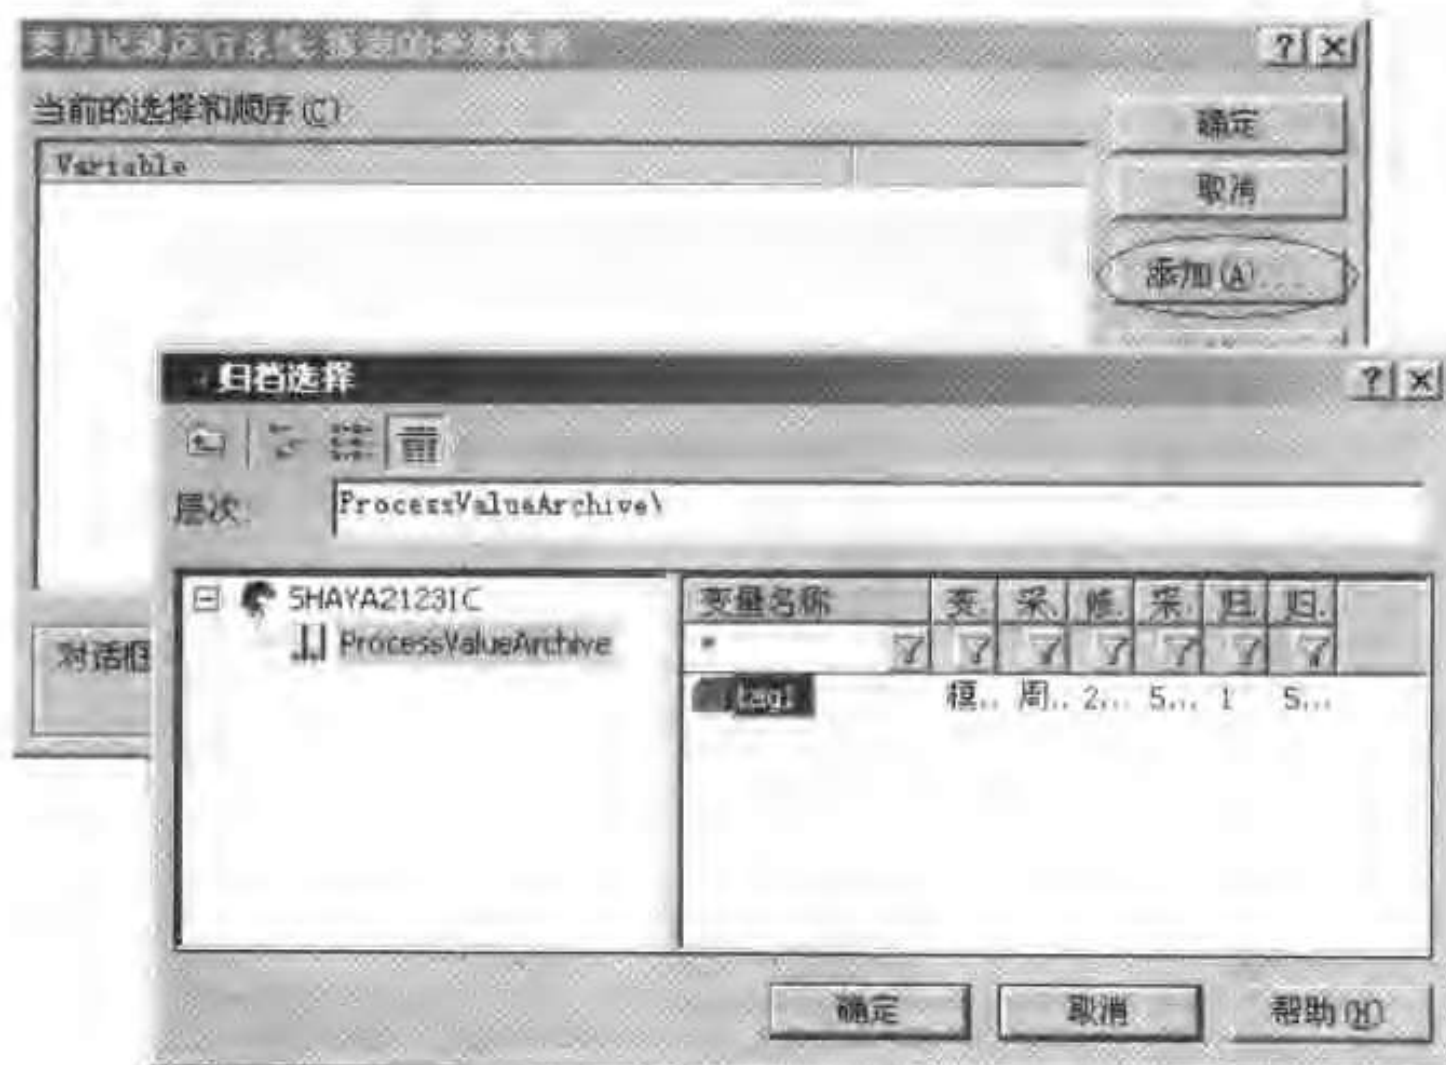

图9-12 “变量记录运行系统:报表的变量选择”对话框
- 在“归档选择”对话框的左边文本框中选择 ProcessValueArchive,在右边选择变量 tag1,如图9-12所示。